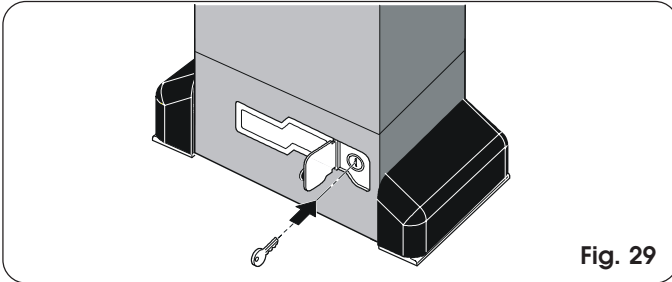

Fig. 29
- 2) Ouvrir le capot de protection et introduire la clé spécifique fournie dans la serrure (Fig. 29).